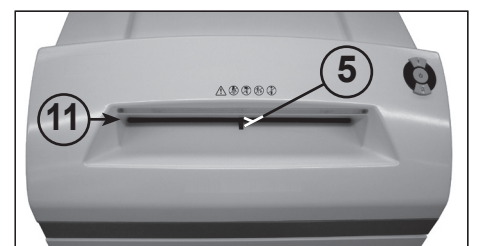

fig. 3
- 5 = Barrière lumineuse (marche avant) (fig. 3)
11 = Fente d'alimentation de papier (fig. 3)
Alimenter le bloc de coupe en **papier** par la fente d'alimentation de papier (11) (fig. 3).